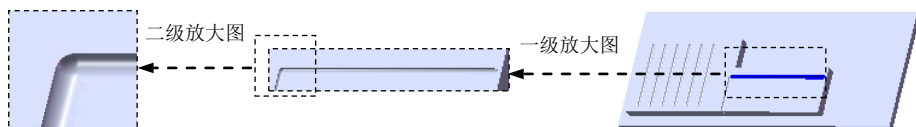
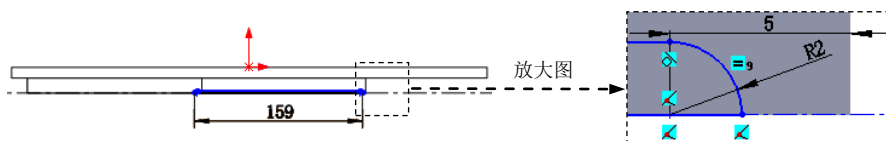

图 17.7.22 创建切除—旋转 4
图 17.7.23 横断面草图
Step12. 创建图 17.7.22 所示的切除—旋转 4。选择下拉菜单 **插入(I)** → **切除(C)** → **旋转(R)...** 命令；选取 Step11 绘制的基准面 3 作为草图平面，绘制图 17.7.23 所示的横断面草图（包括旋转中心线）；采用草图中绘制的中心线作为旋转轴线；在 **方向1** 区域的下拉列表中选择 **给定深度** 选项，在 **距离** 文本框中输入数值 360.0，采用系统默认的旋转方向。